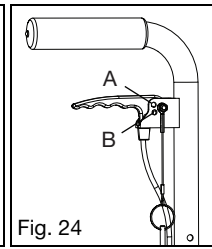

Fig. 24
- c. Para el estilo que se muestra en la Fig. 24, bloquee el gatillo en la posición de desbloqueo insertando el pasador en el orificio del gatillo manual (Fig. 24:B).